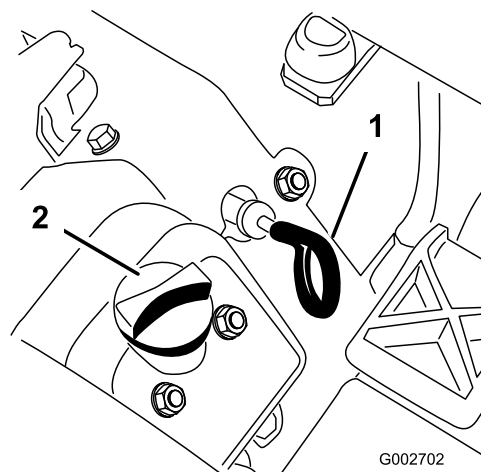

Figura 15
3. Puxe a vareta (Figura 15) e limpe-a com um pano limpo.